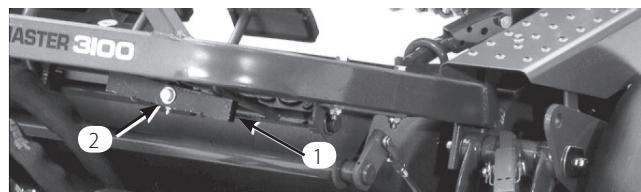

図 47
- 昇降ピボット裏のナットをゆるめる（図47）。
- 偏芯ネジ（図47）を回してピボット・スプリングを上下させて調整する。